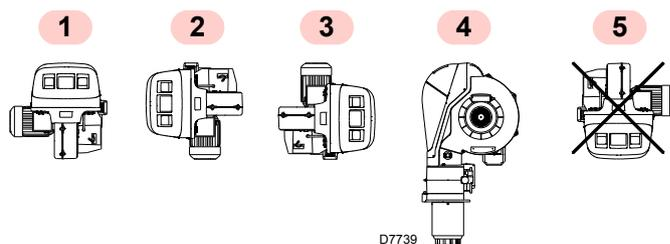

Fig. 9
- Il bruciatore è predisposto esclusivamente per il funzionamento nelle posizioni 1, 2, 3 e 4 (Fig. 9).